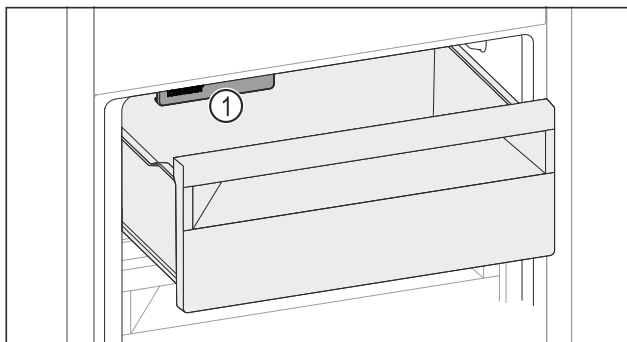

Fig. 266
- Vær opmærksom på IceMaker Fig. 266 (1).